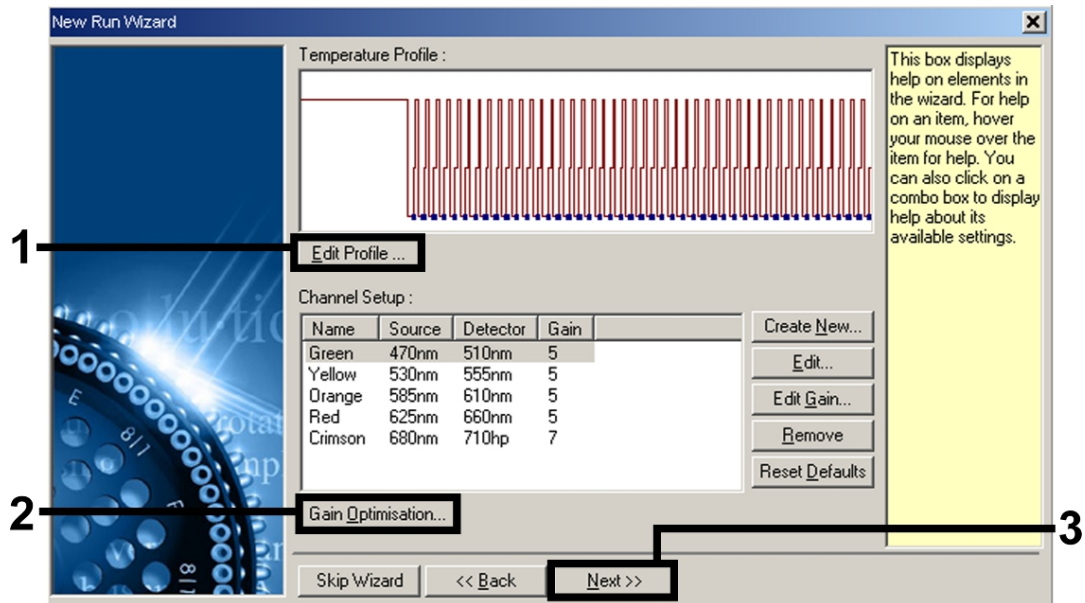

Figure 6 Modification du profil.
8. Dans la boîte de dialogue « New Run Wizard », cliquer sur le bouton « Edit Profile » (Modifier profil) (Figure 6) et programmer le profil de température comme indiqué sur les figures 6-8).
9. La plage de détection des canaux de fluorescence doit être déterminée selon les intensités de fluorescence des tubes de PCR. Dans la boîte de dialogue « New Run Wizard », cliquer sur « Gain Optimisation » (Optimisation du gain) (cf. figure 6) pour ouvrir la boîte de dialogue « Auto-Gain Optimisation Setup » (Configuration de l'optimisation du gain automatique). Régler la température de calibration à 55 pour qu'elle corresponde à la température d'hybridation du programme d'amplification (Figure 9).